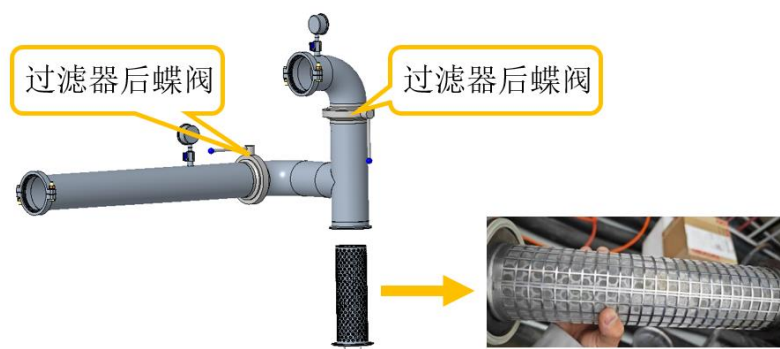

图 9.2 管道过滤器拆除清洗示意图
- d) 将过滤器内部的过滤网取出清洗（或更换），参考图 9.2；